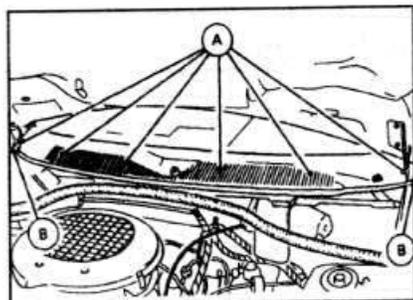

Рис. 12.63. Расположение пластиковых винтов (А) и стальных винтов (В) крепления решетки перед ветровым стеклом.
- Снимите решетку перед ветровым стеклом. Решетка прикреплена 6 пластиковыми винтами и двумя стальными винтами, расположенными под пластиковыми колпачками (см. рис. 12.63).